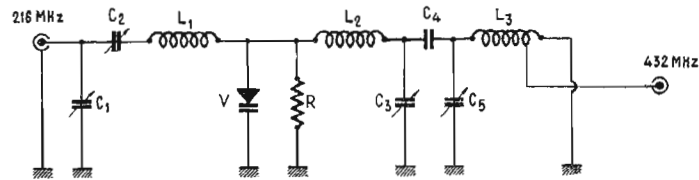

Fig. 7. — Doubleur shunt 216-432 MHz
3. DOUBLEUR 216-432 MHz (fig. 7)